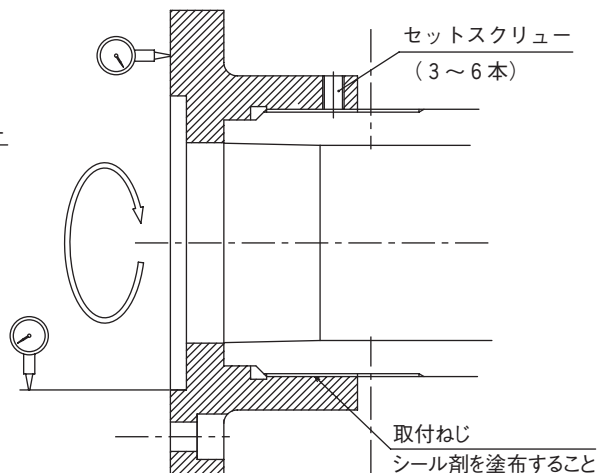

図10 シリンダアダプタの振れ測定
- シリンダアダプタの面振れ及びインローの振れは0.005mm以下にして取付ること。(図10)
- シリンダアダプタの緩み止めのセットスクリューを必ず設けてください。(図10)